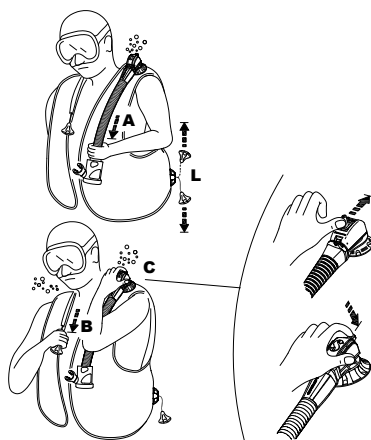

bild 7
- a) dra försiktigt i slanganordningen (bild 7 - A). Ingen större kraft krävs för att dra i slanganordningen. Ventilens rörelseutrymme är begränsat och luftflödet ökar inte genom att du drar hårdare. Stäng ventilen för snabbluftdumpning genom att sluta dra i den och sedan släppa den.
- b) trycka på knappen som sticker ut på ventilens hölje (fig. 7 - C) (Patenterad): detta system kan även vara användbart för tömning av luft om en annan dykare får problem (panik, oerfaren dykare, medvetlöshet, etc.).
- Den dubbla SCUBAPRO®-ventilen för snabbdumpning har en säkerhetsknapp som släpper ut luft när den trycks ner (fig 7-C) ifall det manuella dumpningssystemet inte fungerar (trasig kabel, stift osv.) eller medan du andas från den alternativa luftkällan.
Axelventil (fig. 7-B)
Ventilen på höger axel, om närvarande, aktiveras genom att dra försiktigt i knappen som är ansluten via en snodd på själva ventilen (bild 7 - B). För att använda snabbdumpningsventilen ska du hålla ventilen högre än luftbubblan i dykvästen. Aktivera dumpventilen till önskad flytkraft uppnås. Sluta att dra/trycka för att stänga ventilen (bild 7 - B).
Undre snabbdumpningsventil (bild 7 - L)
tömningsanordningarna med störst utloppsflöde är axelventilen (fig. 7-B) och den undre ventilen (fig. 7-L).